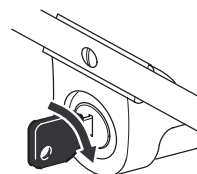

Bild 15
- **Elektrisches Starten (nur bei Modellen mit Elektrostart)** – Stecken Sie den Schlüssel in das Zündschloss. Drehen Sie den Schlüssel nach rechts und lassen ihn wieder los, sobald der Motor angesprungen ist (Bild 15).